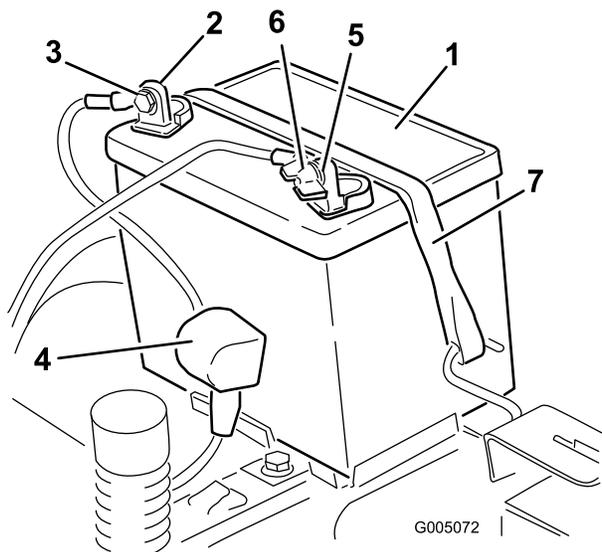

Figure 42
- Débranchez le câble négatif (noir) de mise à la masse de la borne de la batterie (Figure 42).
- Débranchez le câble positif (rouge) de la borne de la batterie (Figure 42).
- Déposez la barrette de maintien de la batterie (Figure 42) et soulevez la batterie de son support.
- Placez la batterie sur son support (Figure 42).
- Fixez la batterie en place à l'aide de la sangle de maintien (Figure 42).